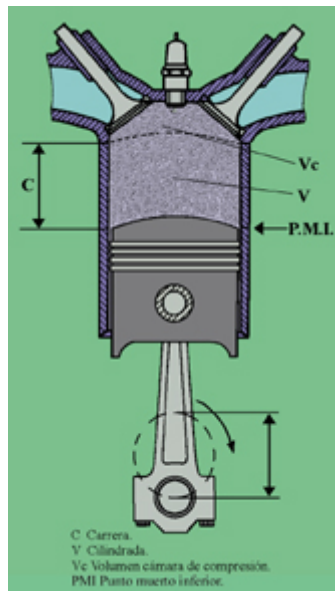

Fig. 28
- Carrera (fig. 28)
- **Relación de compresión (fig. 28)**